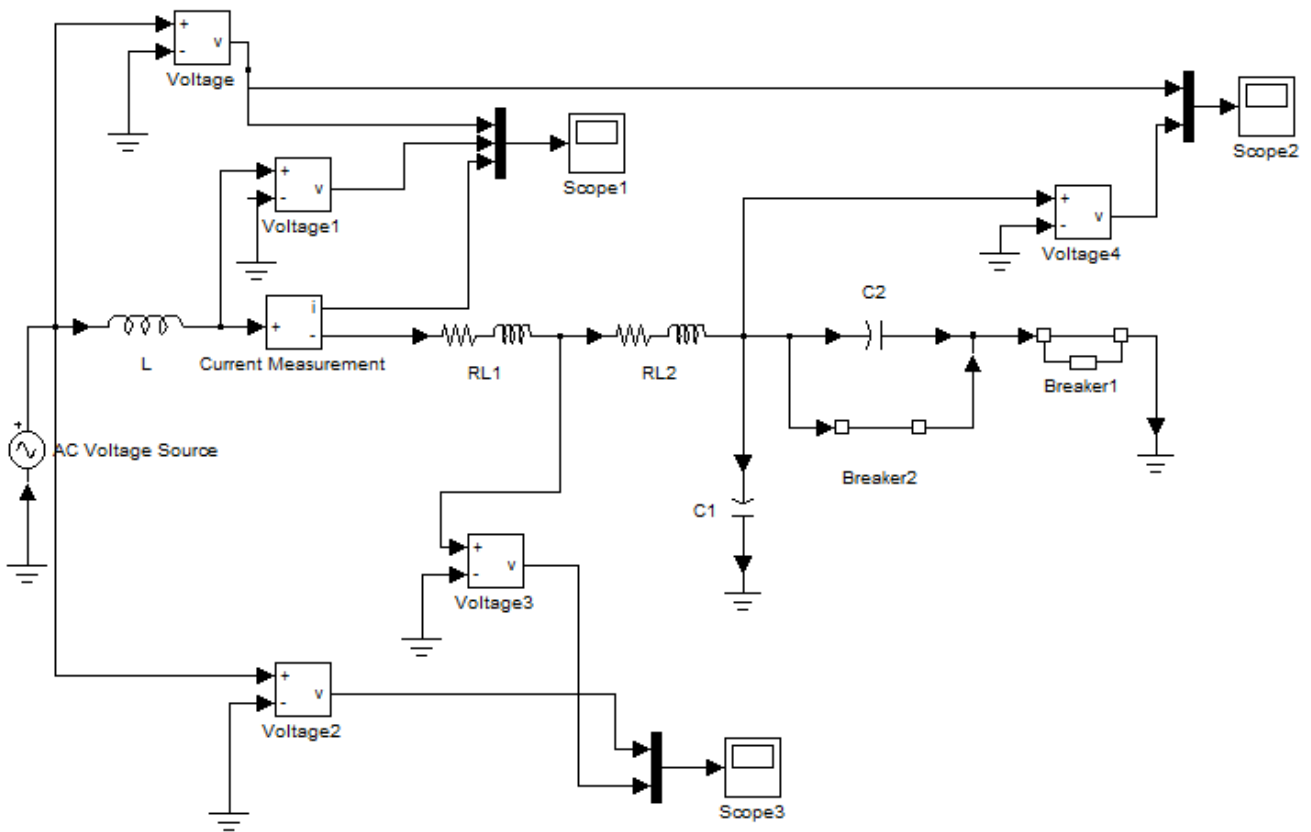

Рис. 9
1. Загрузить модель сети (рис. 9) в математической среде Matlab.
4. Схема рис. 9.